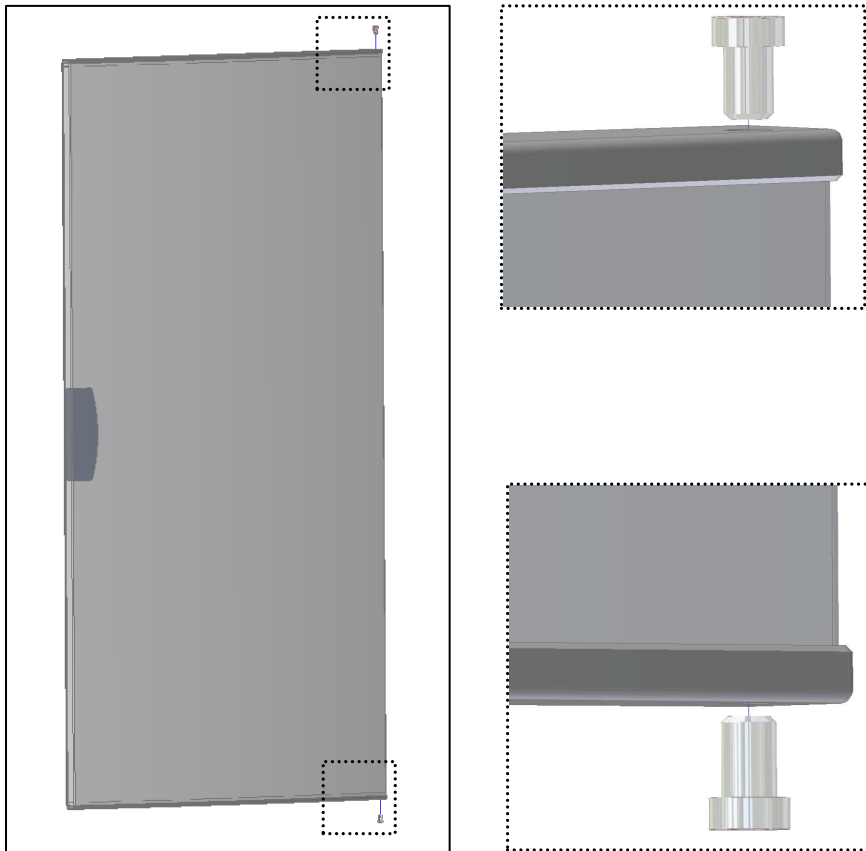

Abb. 8
- Stellen Sie die Hülse auf der Ober- und Unterseite der Tür (Abb.8);